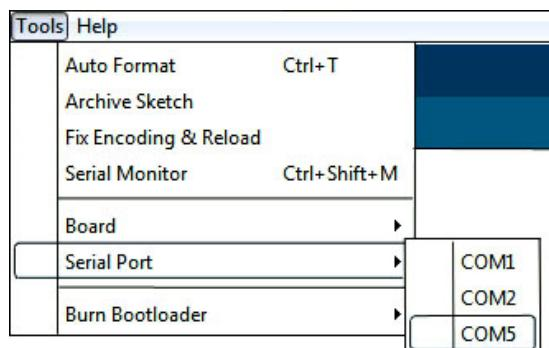

Рис. 12. Выбор COM-порта в среде Ардуино IDE
6. Выберите нужный СОМ-порт (рис. 12).